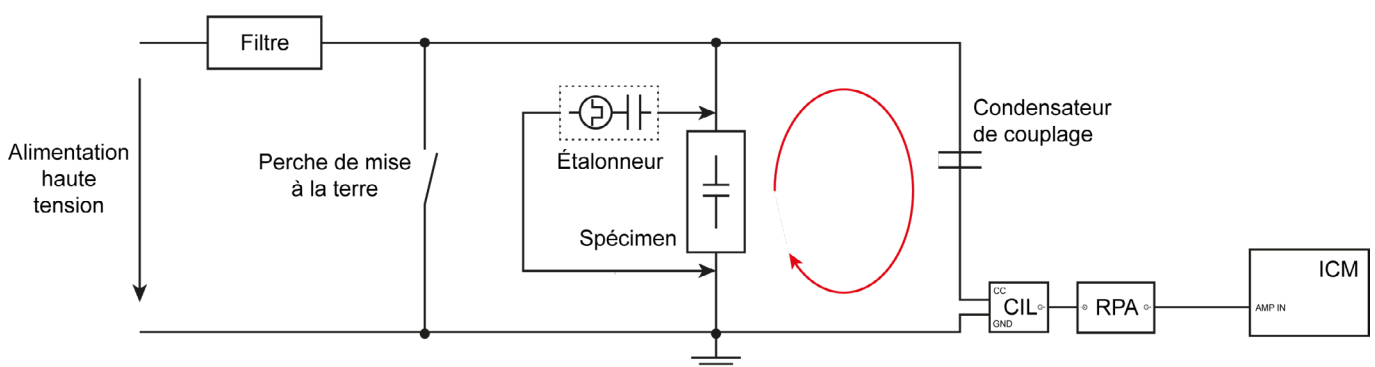
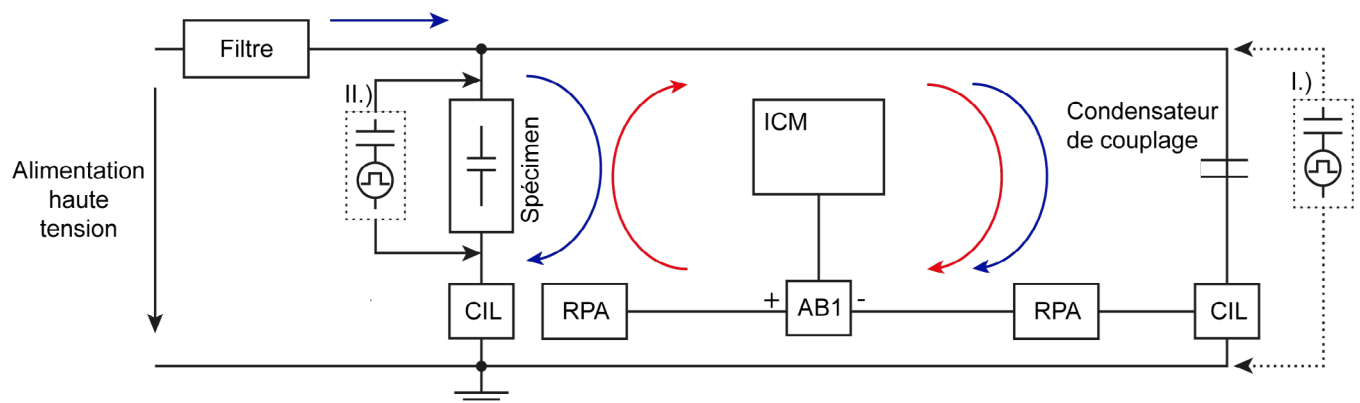
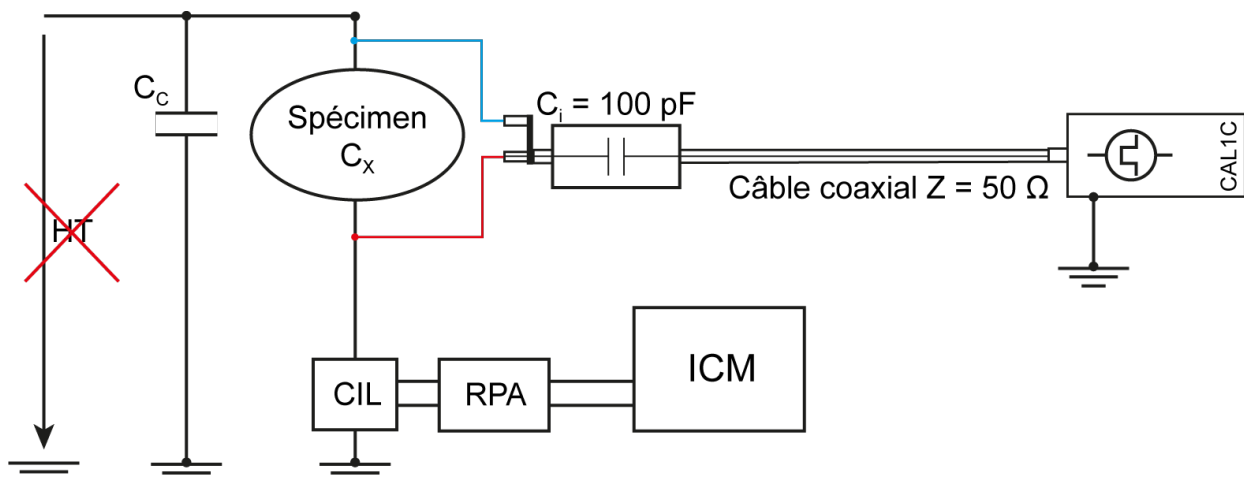

Figure 4.1: Circuit d'essai standard, impédance de mesure en série avec le condensateur de couplage
Figure 4.3: Montage de circuit équilibré, signaux parasites en bleu, signaux de DP en rouge
Figure 4.5: Étalonnage avec le condensateur d'injection externe du CAL1C
Il existe trois circuits de base pour la détection et la mesure de DP dont peuvent découler la plupart des circuits. Figure 4.1 à Figure 4.3 montrent ces circuits utilisant une impédance de mesure (CIL) et une capacité de couplage pour coupler le signal de DP. L'impédance de mesure est composée d'éléments RC ou RLC qui transféreront les impulsions de DP au pré-amplificateur (RPA). Le condensateur de couplage ferme le circuit de signal (flèche rouge) pour l'impulsion de DP à haute fréquence et découple l'alimentation basse fréquence.
Le filtre entre l'objet et l'alimentation haute tension (HT) sert à atténuer les perturbations en provenance de la source HT. Il augmente en outre la sensibilité des mesures en bloquant les impulsions provenant de l'objet qui autrement seraient détournées par l'impédance de la source HT. Le piquet de terre doit être enlevé lors de l'étalonnage, sinon l'impulsion d'étalonnage sera fortement atténuée dans le cas d'une installation comme sur la Figure 4.1.
Le circuit d'essai standard est illustré sur la Figure 4.1. Dans ce cas, l'impédance de mesure (CIL) se trouve côté terre du condensateur de couplage. Par conséquent, l'objet peut être connecté directement entre l'alimentation haute tension et la terre.
La Figure 4.3 montre un circuit d'essai équilibré dans lequel l'instrument (ICM) est connecté entre deux impédances (CIL). Le côté basse tension de l'objet et le condensateur de couplage doivent tous deux être isolés de la terre. Il n'est pas nécessaire que leurs capacités soient identiques mais elles doivent être du même ordre. Pour régler ces deux branches de pont différentes, l'étalonneur est connecté au côté HT et à la terre (cf. I.) sur la Figure 4.3). Le pont actif AB1 est ensuite réglé de manière à afficher la valeur la plus faible dans l'ICM. Ensuite, le système est étalonné en injectant des impulsions de charge directement à travers l'objet (cf. II.) sur la Figure 4.3).
Pour utiliser le CAL1C dans un circuit d'essai courant (semblable à celui de la Figure 4.1), sans condensateur d'injection haute tension (C_i), un condensateur externe de 100 pF est utilisé. Ce condensateur inclut déjà la résistance terminale de 50 W en entrée et peut être directement connecté à l'objet (cf. Figure 4.5).
Toutefois, en l'absence de prise de traversée, il peut être possible d'isoler la bride de traversée du réservoir. La mise à la terre est alors réalisée par l'impédance de mesure. Une autre option consiste à utiliser un condensateur de couplage supplémentaire avec une impédance de mesure connectée en parallèle à la connexion HT comme décrit à la section 4.1, sur la Figure 4.1.